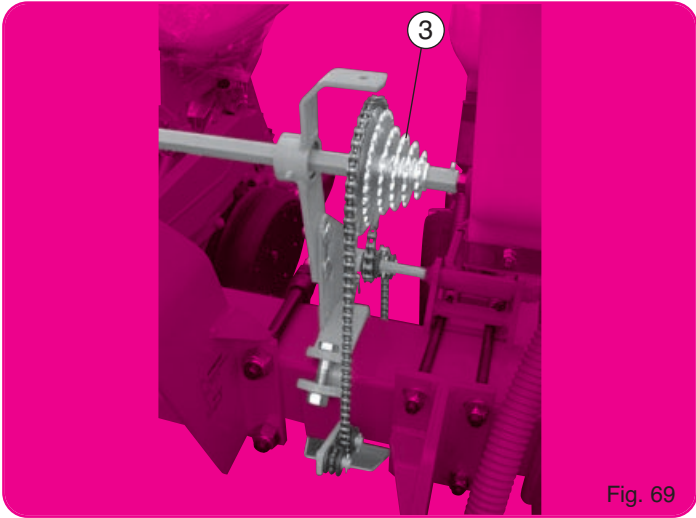

Fig. 69
**L'entraînement se monte normalement au centre de la machine au plus près de la boîte de distances (fig. 69).**
As shown on the opposite page, for exact placement see also pages 10 + 11 for each planter version. The drive is normally mounted in the center of the machine as close as possible to the left side of the gearbox (fig. 69).
Der Antrieb ist normal in der Mitte der Maschine montiert, möglichst dicht auf der rechten Seite vom Wechselgetriebe (Abb. 69).
De aandrijving wordt normaal gesproken gemonteerd in het midden van de machine, zo dicht mogelijk bij de tandwielkast (fig. 69).